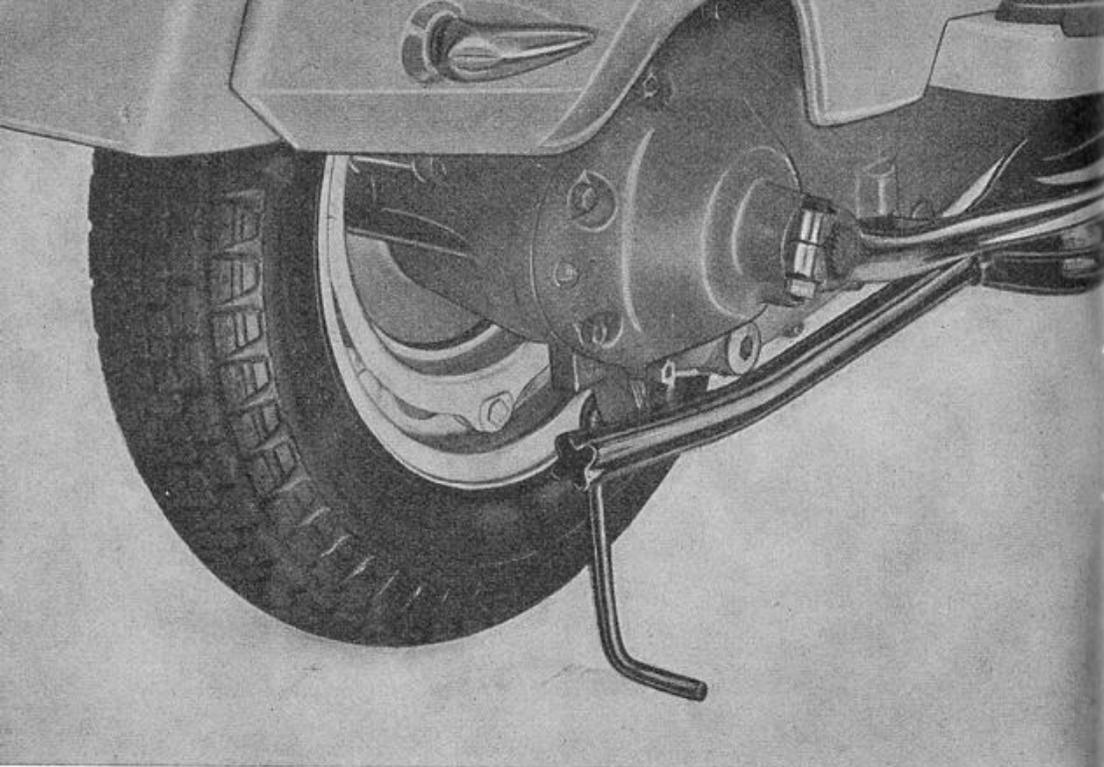

Fig. 9
- applicare il puntone (che troverete fra gli attrezzi di dotazione) al carter motore in modo da sollevare la ruota da terra (v. fig. 9).